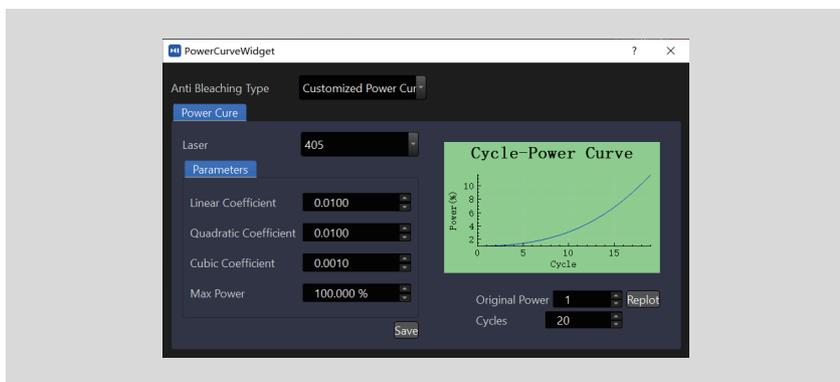

图4.8-5
⑥ 选择Customized Power Curve方式需要用户自行设置曲线参数, 不同激光可设置不同的参数, 按当前使用的激光设置参数, max power默认100%, Original power不能大于max power, cycle数量要大于1, 点击“Replot”按钮, 曲线预览就会出现, 当参数得出的曲线符合预期时(如图4.8-5所示), 点击“Save”按钮保存参数退出。